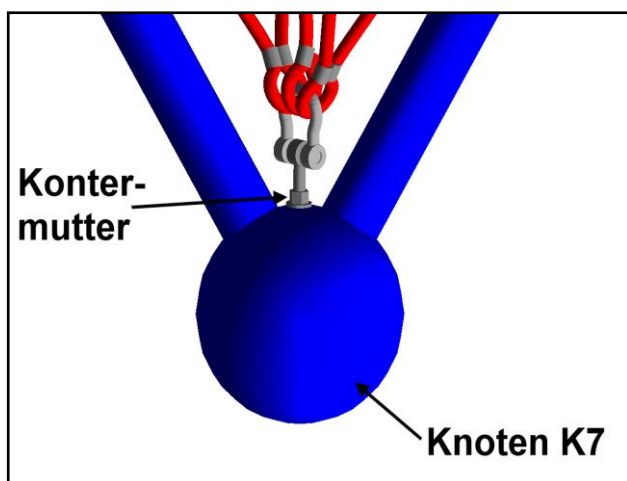

Abbildung 6
Die **Vormontage** des Raumnetzes beginnt, indem zuerst die mit **K74** gekennzeichnete **Schäkelverbindung** an der angeschweißten Augenschraube des **Knotens K74** (**Abb. 7**) befestigt wird. Hierbei ist unbedingt darauf zu achten, dass die **Schäkelverschraubung M20 (Innensechskantschlüssel SW17)** mit der mitgelieferten **Schraubensicherung eingeklebt** wird. Danach folgen die Spannschrauben für die **Knoten K7** (**SW30 / Abb. 6**), die über die Schäkelverbindungen die Spannseile mit aufnehmen.
Das Spannen des Raumnetzes beginnt an den **Knoten K7 an denen bis zu der Kontermutter gespannt wird (Abb. 6)**. Danach folgen die **Knoten K40 bzw. K44 und K45**. Hier erfolgt das Spannen über die Spannmutter M20 mit dem mitgelieferten Spezialsteckschlüssel SW32. Es muss **bis zur Markierung vorgespannt** werden (**Abb. 8**). Das Raumnetz muss letztlich unter guter **gleichmäßig starker** Spannung stehen.
- Das Nachspannen erfolgt an den **Knoten K40, bzw. K44 und K45**, über die Spannmutter M 20 (**SW32**), die in den Hohlkugeln liegen und das Spannsystem halten (**Abb. 8 und 9**). Nach Entfernen des Deckels mittels eines Innensechskantschlüssels Größe 10 muss zuerst die Kontermutter SW32 gelöst werden. Dann wird an der Mutter M 20 (SW32) über die Vorspannmarkierung hinaus nachgespannt. Nach dem Nachspannen sind die Spannmutter an den **Knoten K40, bzw. K44 und K45** unbedingt wieder mit den Kontermutter zu **kontern**. **Zum Lösen und Festziehen der Spann- sowie der Kontermutter M20 SW32 kann an dem Gewindebolzen M20 mit einem Innensechskantschlüssel SW 10 gegen gehalten werden (Abb. 8 und 9).** Beim Nachspannen an den **Knoten K7** ist zuvor die Kontermutter **SW 30** zu lösen (**Abb. 6**). Nach dem Spannen werden die Kontermutter an den **Knoten K7** wieder fest angezogen und alle offenen Hohlkugeln mit den Deckeln geschlossen. Achten Sie dabei bitte darauf die Deckel gleichmäßig so zu platzieren, dass unser Firmenlogo lesbar ist. Vielen Dank.
- Überprüfen der Kontermutter an **K7 (Abb. 6)** auf festen Sitz an den Hohlkugeln.